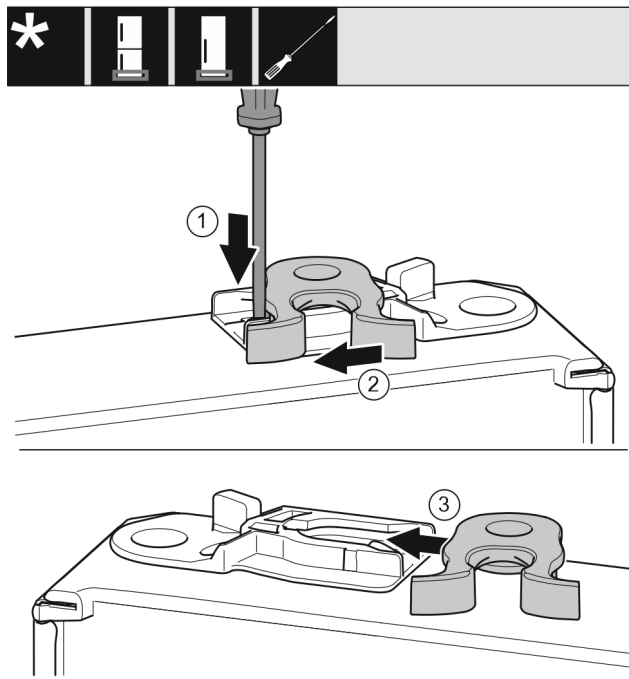

Fig. 46 *
- Odvijačem s ravnom glavom pritisnite spojnicu Fig. 46 (1) prema dolje.*
- Izvucite kuku za zatvaranje Fig. 46 (2) iz vodilice.*
- Gurnite kuku za zatvaranje Fig. 46 (3) na drugoj strani u vodilicu.*